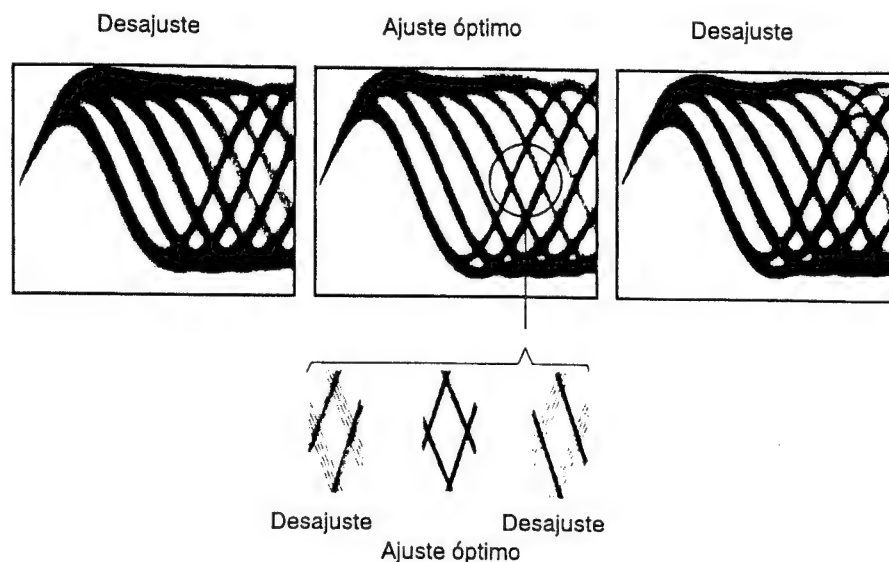

Figura 5 Patron Optico
3. A continuación, ajuste el tornillo de ajuste de inclinación tangencial con una llave hexagonal recta (en forma de "L", tamaño: 1,5 mm) hasta que el patrón ocular (la forma de diamante del centro de la señal de RF) pueda verse con la mayor claridad (figura 5).